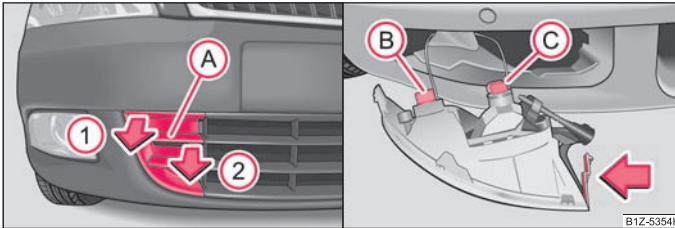

Abb. 197 Vorderer Stoßfänger: Schutzgitter / Ausbau des Nebelscheinwerfers
Stecker (B) - Glühlampe für Tagfahrlicht ⇒ Abb. 197. Stecker (C) - Glühlampe für Nebelscheinwerfer.
- Führen Sie die Finger in die Öffnung (A) ein ⇒ Abb. 197.
- Durch Ziehen in Pfeilrichtung (1) lösen Sie die Abdeckung zuerst im oberen Bereich an der Seite zum Nebelscheinwerfer.
- Danach lösen Sie die Abdeckung in Pfeilrichtung (2) auch an der anderen Seite und nehmen diese ab.
- Führen Sie die Hand in die Öffnung, in der sich die Abdeckung befand, und drücken Sie die Federfalle ⇒ Abb. 197 rechts.